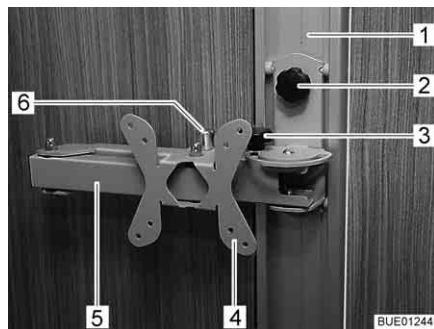

Bild 53 Halterung an Schiene
- Knebelschraube (Bild 53,2) lösen und Halterung (Bild 53,4) in der Schiene (Bild 53,1) in gewünschte Höhe bringen.
- Knebelschraube (Bild 53,3) lösen.
- Entriegelungsknopf (Bild 53,6) ziehen. Der Gelenkarm (Bild 53,5) ist entriegelt.
- Knebelschraube (Bild 53,3) wieder festziehen.
- Flachbildschirm in Ausgangslage zurückschwenken, bis Gelenkarm (Bild 53,5) hörbar in die Verriegelung einrastet.
- Knebelschraube (Bild 53,2) lösen, Halterung (Bild 53,4) in gewünschte Höhe bringen und Knebelschraube wieder festziehen.